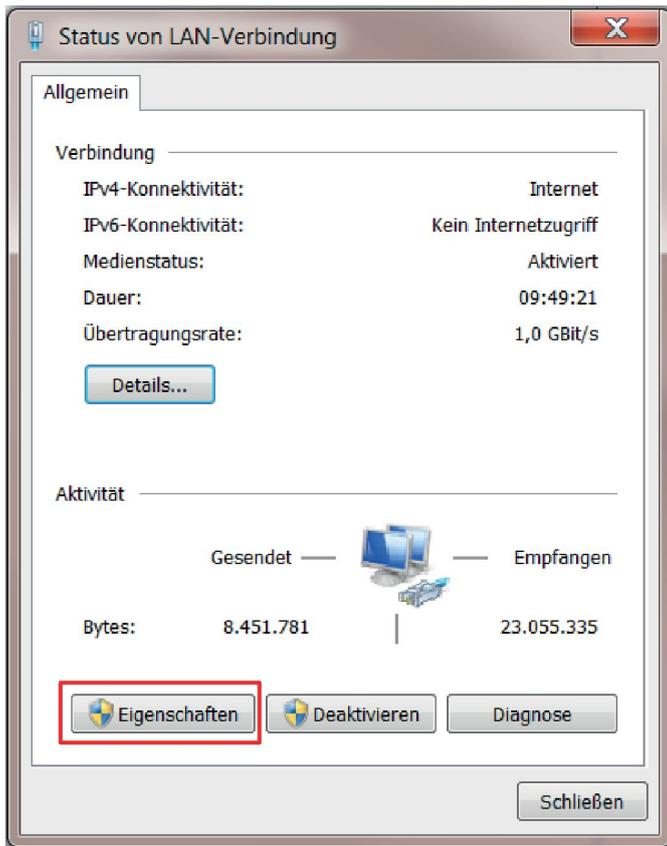

Abb. 44: Status von LAN-Verbindung
5. ▶ „Eigenschaften“ (Abb. 44) auswählen.